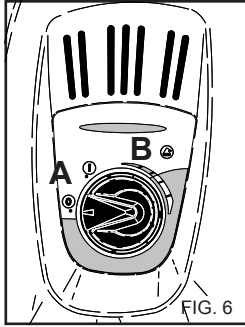

FIG. 6
- 2) Включите мойку, откройте кран подачи моющего средства, рис. 6В, на пистолете включите подачу моющего средства, и нанесите его на поверхность, распределяя снизу вверх. Оставьте на несколько минут для воздействия моющего средства.